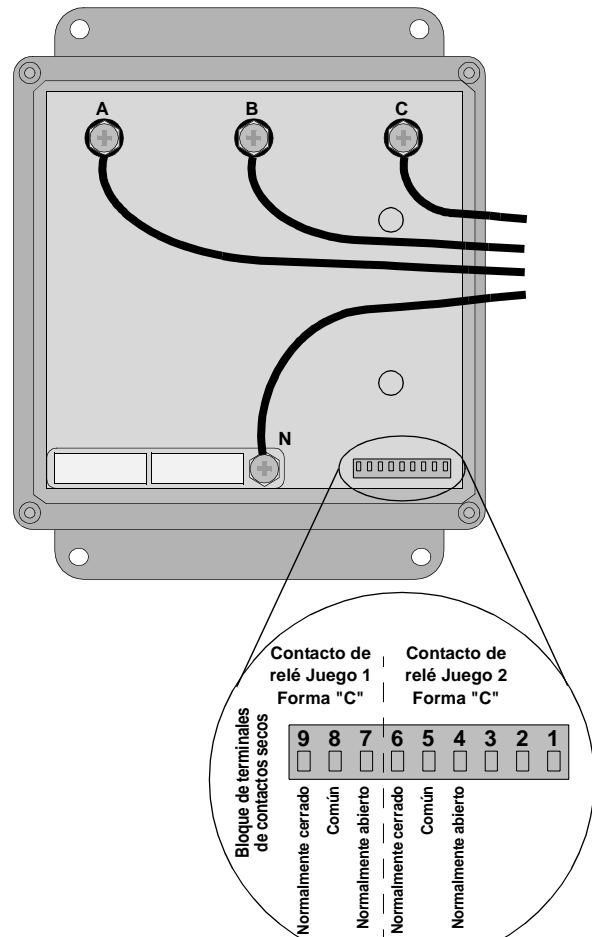
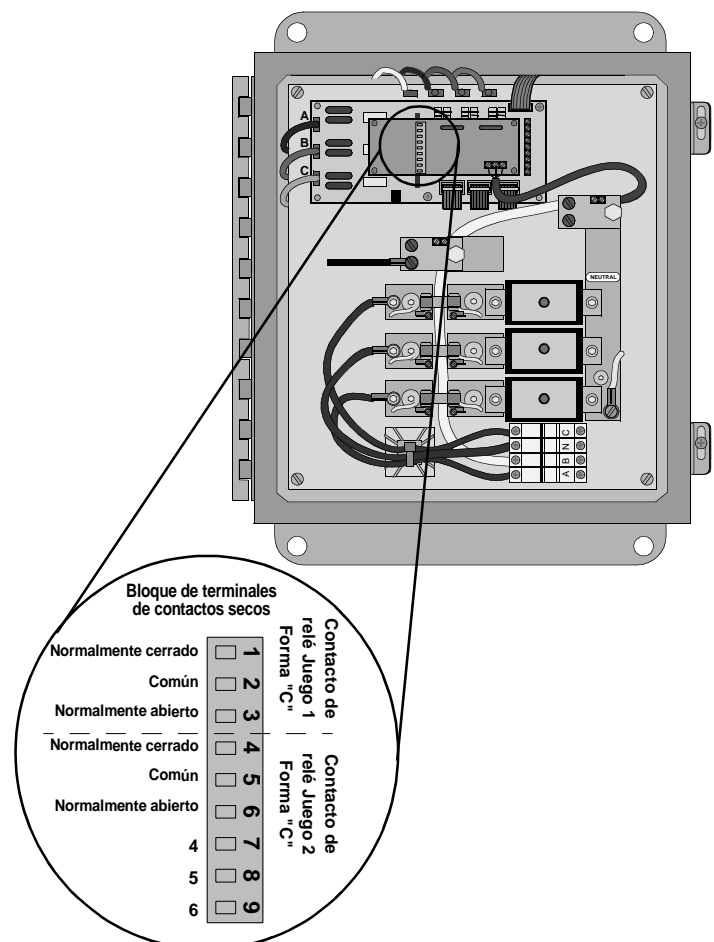

Figura 3. Ubicación de contactos secos del dispositivo SPD no modular
Figura 4. Contactos secos TVSS del dispositivo modular
4. Conecte el par trenzado (del paso 1) a un par de contactos secos normalmente abiertos del SPD (vea la Figura 3 para el dispositivo no modular y la Figura 4 para el modular).